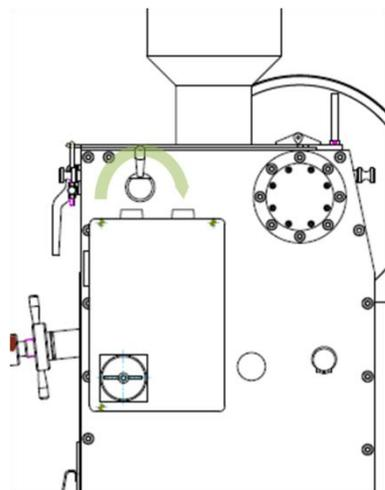

图4-2
- 3.1.3 转动静颚板销前部缺口与挡板平齐（图4-2、4-3）。